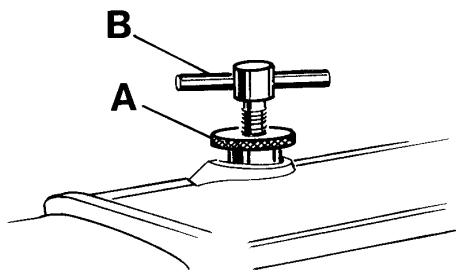

Fig. 21
Rotate handwheel until the lower feed dog is below the throat plate. Loosen knurled nut (A, Fig. 21) and turn out T-screw (B) until it does not exert any pressure on the leaf springs. In this position, the pressure exerted on the presser foot should be so strong that the presser foot bottom rest squarely on the throat plate.
Drehen Sie am Handrad bis der untere Transporteur unter der Stichplatte steht. Lösen Sie die Rändelmutter (A, Fig. 21) und drehen Sie die Knebelschraube (B) soweit heraus, daß sie nicht mehr auf die Blattfedern drückt. In dieser Stellung soll der Druck auf den Drückerfuß so stark sein, daß die Drückerfußsohle flach auf der Stichplatte aufliegt.
Now turn in T-screw (B, Fig. 21) until the necessary presser foot pressure for proper feeding is exerted (determine by sewing tests). Secure this setting with the knurled nut (A) which simultaneously fastens the upper arm cover. Remount the face cover and the finger guard.
Nun drehen Sie die Knebelschraube (B, Fig. 21) soweit ein, daß der zum einwandfreien Transport notwendige Drückerfußdruck erzeugt wird (durch Nähversuche ermitteln). Sichern Sie diese Einstellung mit der Rändelmutter (A), mit der gleichzeitig der obere Armdeckel befestigt wird. Montieren Sie den Stirndeckel und den Fingerschutz wieder.